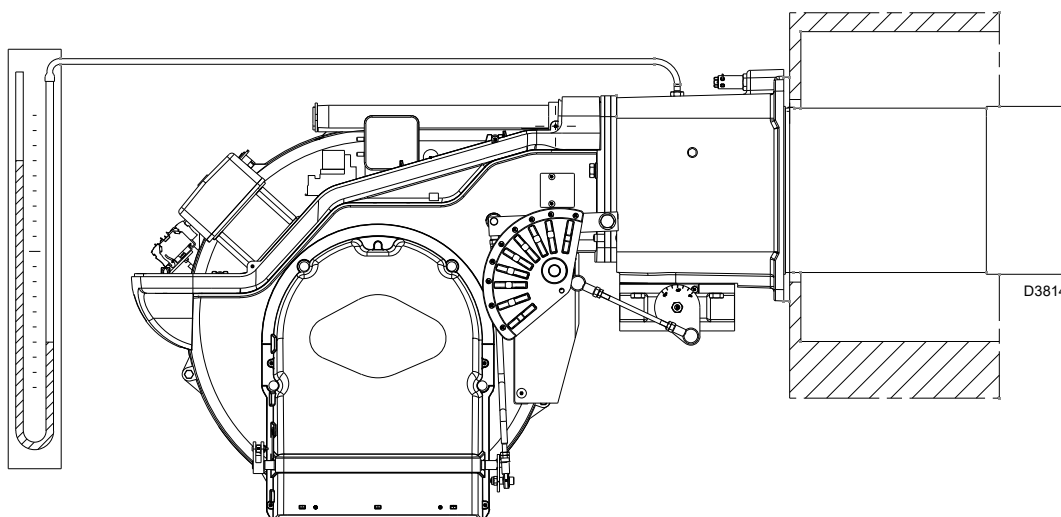

Fig. 24
- Instalar un manómetro de tubo en “U” (Fig. 24) en la toma de presión del gas del manguito. Se utiliza para obtener aproximadamente la potencia MÁX del quemador mediante las Tab. J en pág. 23.
La llegada de gas al manguito puede observarse en el manómetro en U (Fig. 24 en pág. 27).